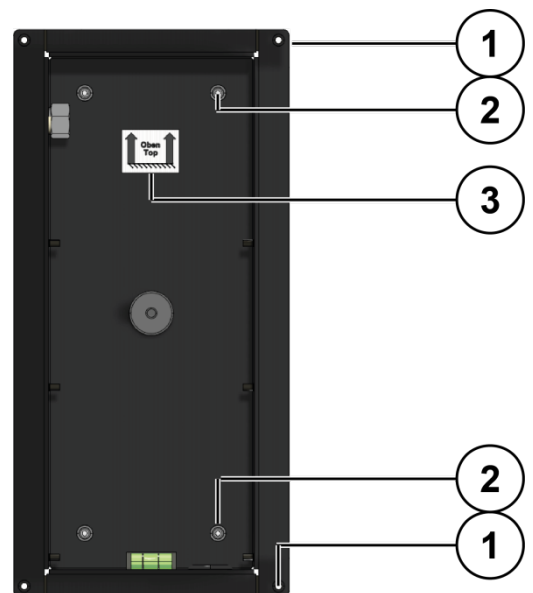

Abb. 2: Befestigungsbohrungen
- Zeichnen Sie mit Hilfe des Unterputzkastens die Bohrlöcher an (Abb. 2). Zur Befestigung des Unterputzkastens können Sie die äußeren Bohrungen **(1)** oder die inneren Bohrungen je nach Montageart verwenden **(2)**.